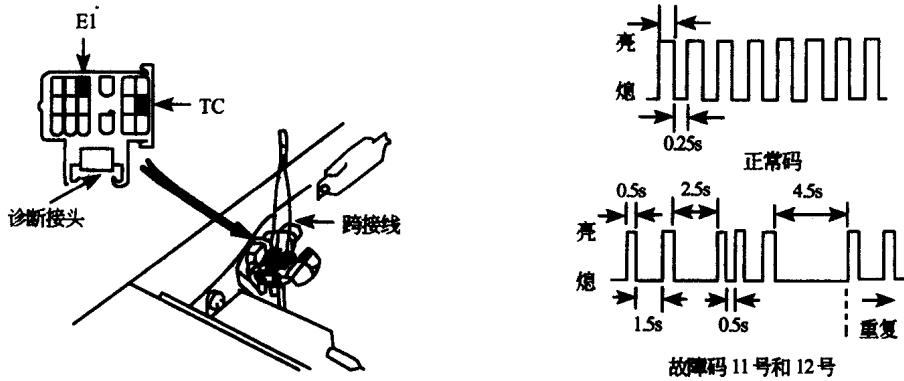

图 1-1-6 安全气囊读码图
- (1) 将点火开关转到 ACC 或 ON 位置, 等待 20s 以上。
- (2) 利用跨线直接跨接诊断座中 TC 与 E1。
- (3) 若系统正常, “AIR BAG” 灯会每秒闪两次。
- (4) 若系统有故障, 即会直接闪烁故障码, 如图 1-1-6 所示。